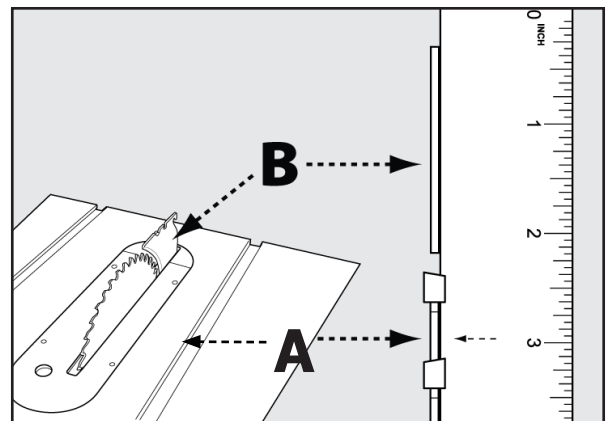

FIGURE 24a
1. Alignement horizontal : Placez un bord droit sur la table contre la face de la lame (A) et assurez-vous qu'il s'étend le long B du couteau diviseur (B), comme le montre la Figure 24a. A Le couteau diviseur doit à peine toucher le bord droit. Assurez-vous que le bord droit passe entre les dents et repose sur la face de la lame et le couteau diviseur pour un alignement correct.